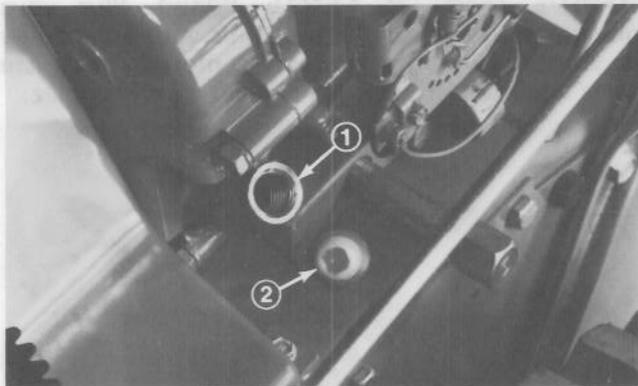
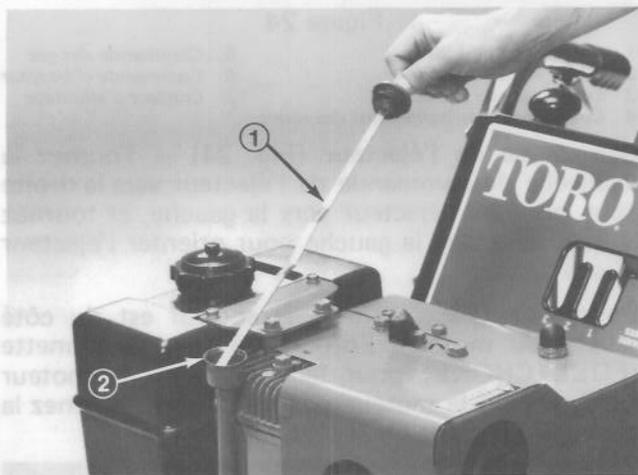

Figure 21
Figure 22
3. Enlevez le bouchon de remplissage du carter de la 826 (Fig. 21). Enlevez la baguette-jauge du trou de remplissage de la 1132 (Fig. 22).
4. Lentement, versez environ 44 onces d'huile dans le trou de remplissage de la 826 et 48 onces pour la 1132 (Fig. 21 et 22). Le moteur Briggs & Stratton utilise toute huile détergente de haute qualité répondant aux classes de service MS, SC, SD ou SE de l'API (American Petroleum Institute). Choisissez la viscosité de l'huile selon la température prévue du milieu. Les huiles recommandées sont les SAE 5W30 et 5W20, et un substitut acceptable est la SAE-10.